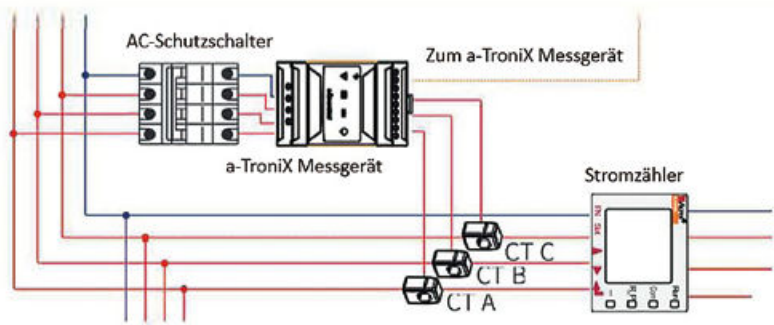

Abbildung 3.34
2. Der Stromwandler ist bereits an das a-TroniX Messgerät angeschlossen wenn Sie es erhalten. Sie müssen lediglich dem Schaltplan im Messgerät folgen, um den Stromwandler anzuschließen, wie in Abbildung 3.34 gezeigt.